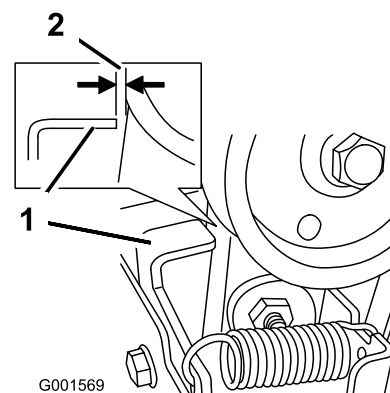

Figure 48
3. Lorsque le levier de commande de la vis sans fin/turbine est désengagé, vérifiez qu'il existe un écart de 1,5 mm (1/16 po) entre l'embrayage de vis sans fin et la patte, comme montré à la Figure 48.